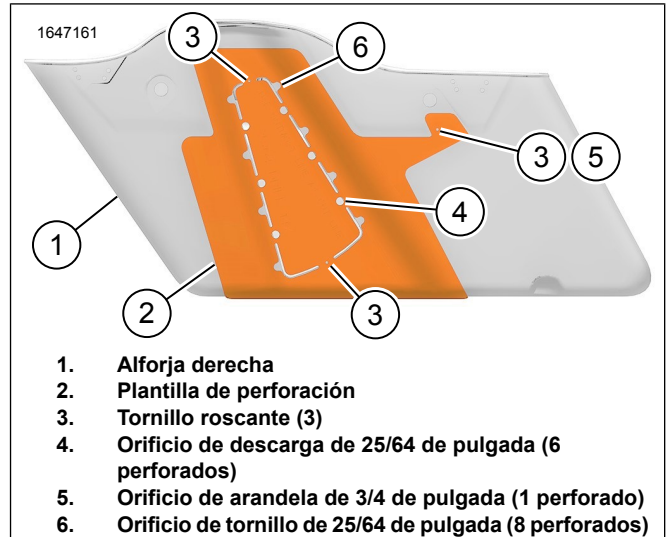

Figura 8. Plantilla de perforación de la alforja derecha
1. Consulte la Figura 8. Coloque la plantilla de perforación sobre la alforja derecha.
3. Consulte la Figura 8. Modifique la alforja derecha (1).
- b. **Orificios de descarga:** Perfore seis orificios de descarga de 25/64 de pulgada (4).
- c. **Orificios de tornillo:** Perfore ocho orificios de tornillo de 25/64 de pulgada (6).